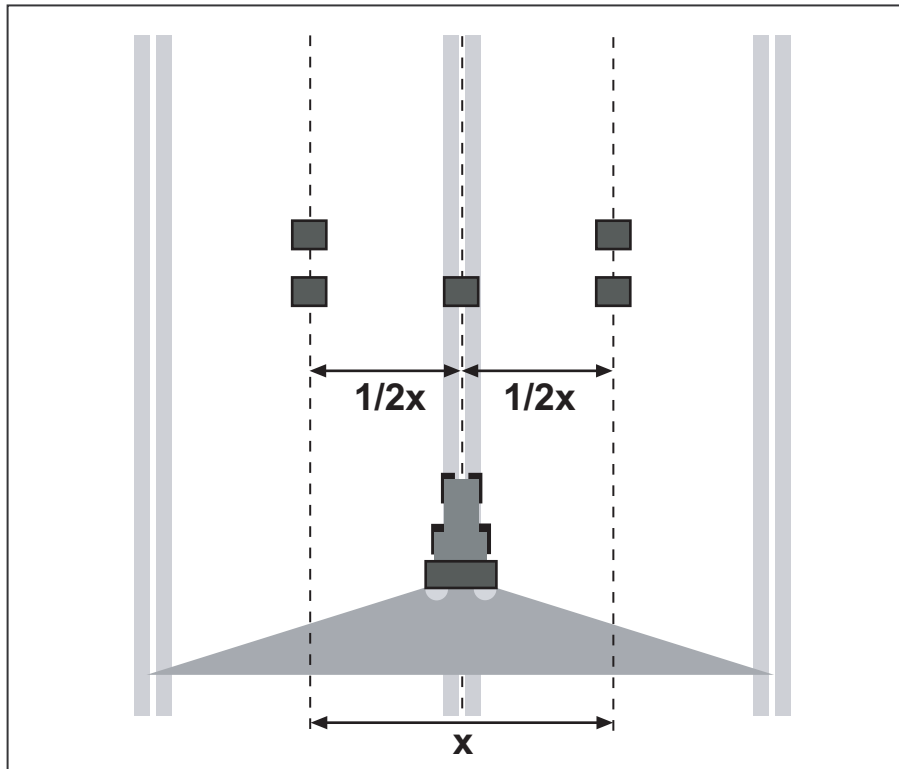

Bild 7.22: Uppställning för en passering
- Placera två uppsamlingssskålar på vardera sidan av körbanan på ett avstånd av **1 m** efter varandra i överlappningszonerna (mellan körbanorna) och en uppsamlingssskål i körbanan (enligt bild 7.22).